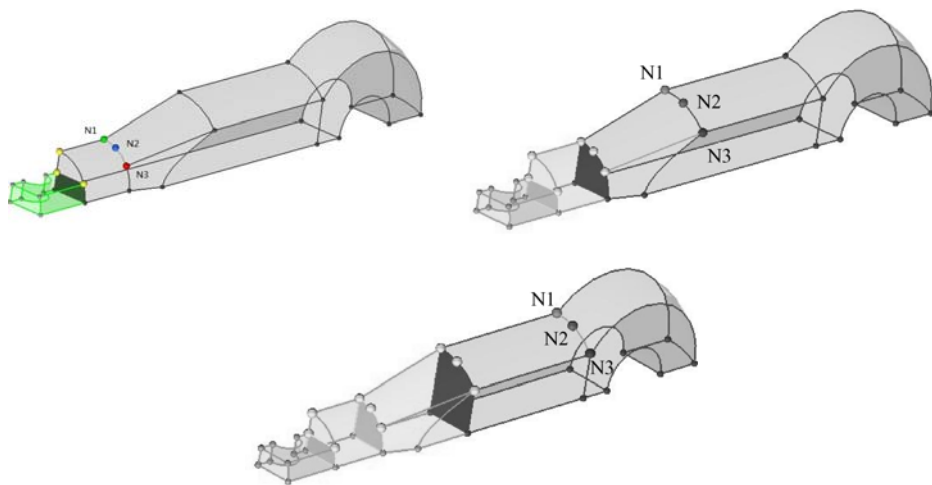

图 5-53 多次切割实体
(5) 重复此切割操作, 如图 5-53 所示, 选择切割平面上的 N1、N2、N3 点, 把几何体切割成最终可以顺利划分网格的形式。